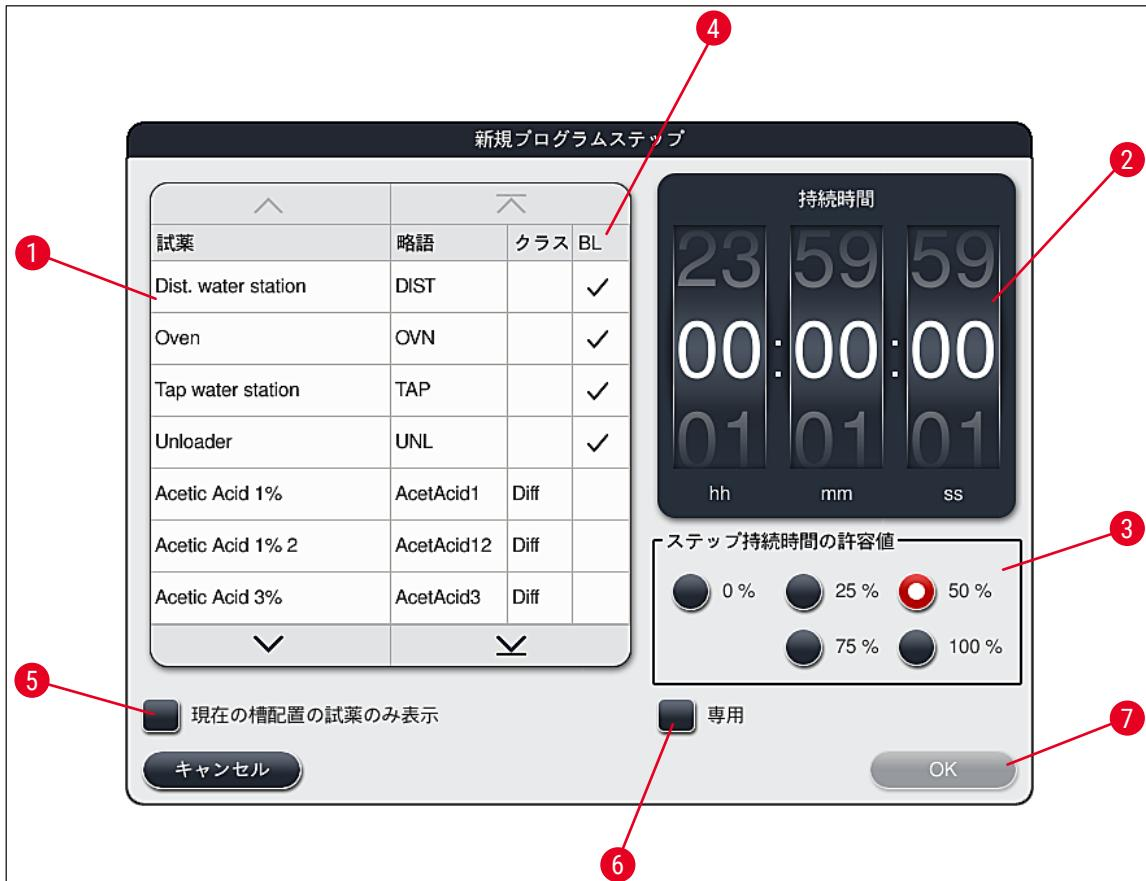

図46
- ・プログラムステップ定義用ウィンドウが開きます(→「図46」)。